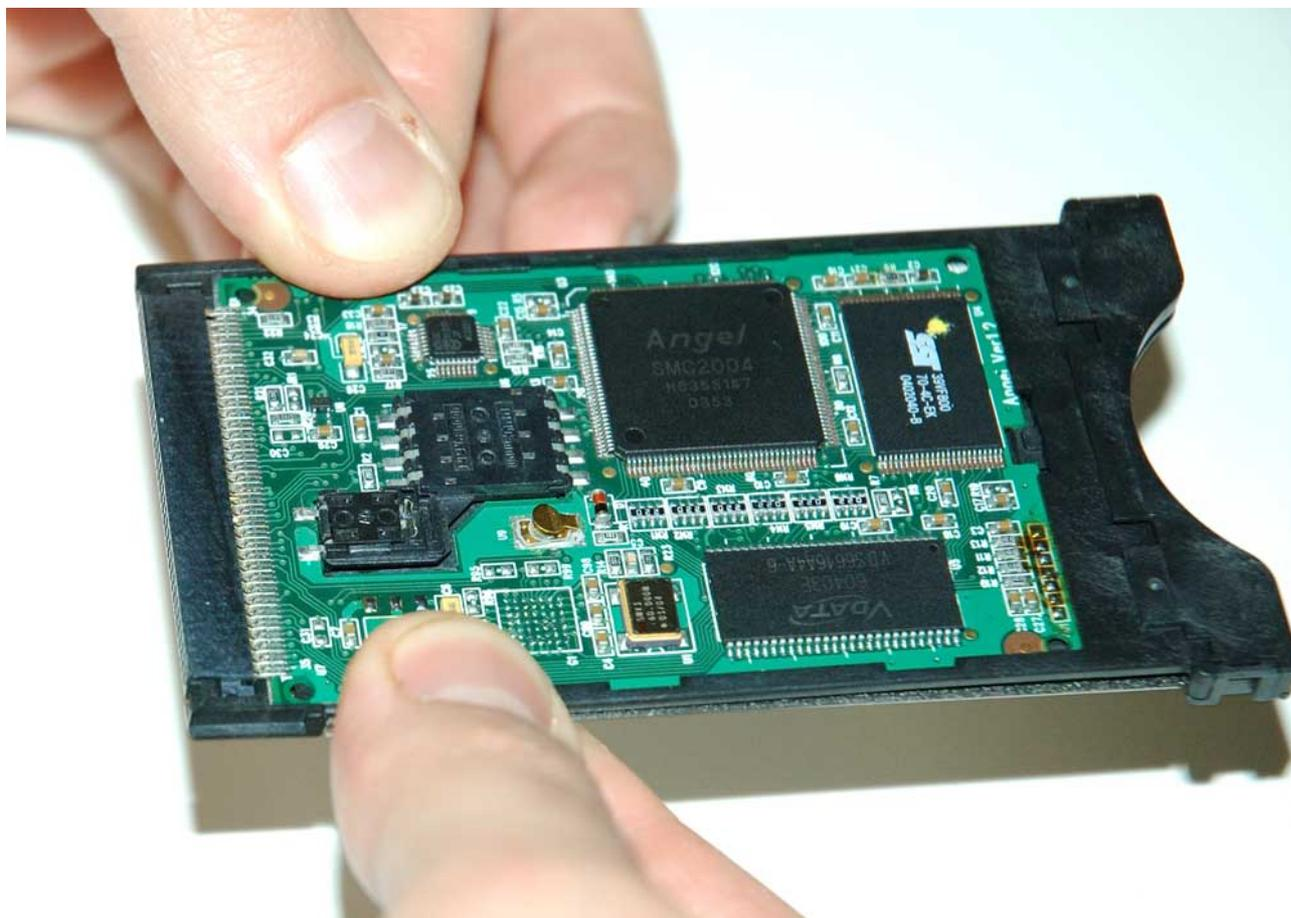

Fig. 38
- Fügen Sie die Elemente zusammen (Fig. 38):